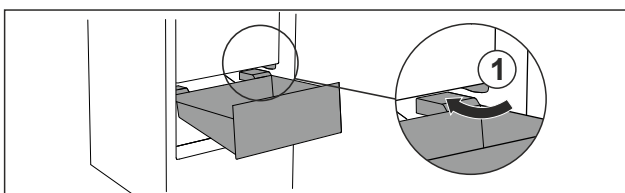

Fig. 72
- ▶ Обвести висувний ящик навскіс навколо стопора Fig. 72 (1).